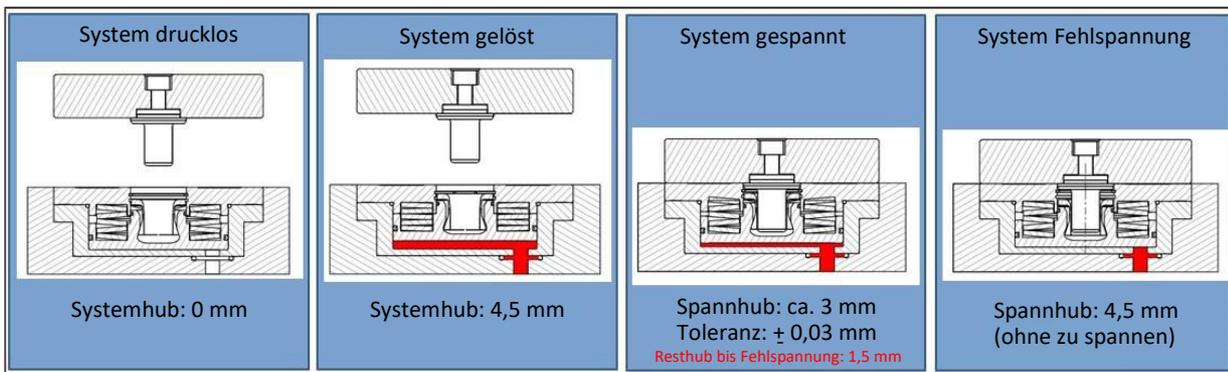

Abbildung 5 – Auswertbare Spannzustände
Bei einem Spannvorgang fließt die Ölmenge wieder zurück durch die Federkraft, die auf den Kolben wirkt. Ist ein Spannsystem richtig gespannt, fährt es nicht in die Grundstellung zurück, da der Kolben vor Erreichen der Grundstellung den Spannbolzen über die Spannzange greift und mit der Federkraft anzieht. Ist ein Spannsystem nicht richtig gespannt (Fehlspannung), fließt mehr Öl vom Spannsystem zurück, weil der Kolben den Spannbolzen nicht über die Spannzange greift und in die Grundstellung zurückfährt. Das Spannen ohne Spannbolzen entspricht derselben Situation wie eine Fehlspannung. Siehe zur Veranschaulichung Abbildung 5.
1. Das Druckmedium durch die Öffnung im Gehäuse unter dem Zugkolben (Abb. 5/2) einlassen. Der Zugkolben (Abb. 5/2), der die Spannzange (Abb. 5/1) umschließt, lässt diese durch die Freistellung öffnen.
2. Den Spannbolzen (Abb. 5/4) aus der Spannzange (Abb. 5/1) heben.
4. Entweder einen weiteren Spannbolzen in die Spannzange einführen und erneut spannen, oder wenn nicht erforderlich, das Druckmedium durch die Öffnung im Gehäuse unter den Zugkolben (Abb. 5/2) ablassen. Das Spannsystem nur für den Wechselvorgang unter Druck setzen. Das Spannsystem nicht unter Dauerdruck stehen lassen.